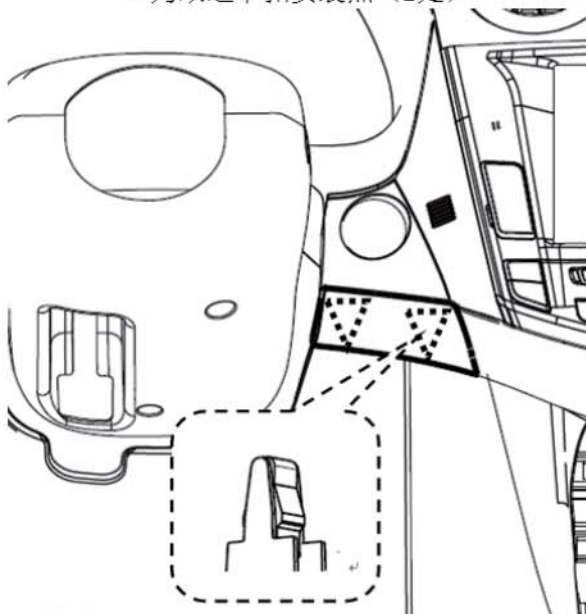

图1-1-7-1仪表板中左饰条安装结构示意图
- (1) 用头部缠绕柔性胶带（或其它柔性产品）的一字螺丝刀小心撬起图1-1-7-1所示两个卡扣安装点；
- (2) 当卡扣都脱开时，取下仪表板中左饰条。